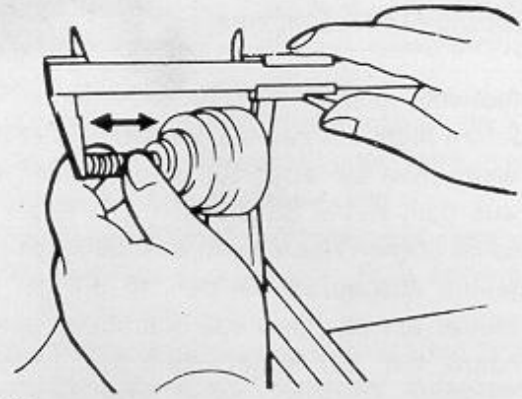

Bild 112
- Verzogene Traghebel oder Traghebel mit verschlissenen Lagerstellen sind zusammen mit dem Traggelenk zu erneuern. Traggelenke können mit einer Schiebelehre auf Spiel kontrolliert werden. Dazu den Bolzen so weit wie möglich nach innen drücken und das Maß ausmessen, wie es Bild 112 zeigt. Danach den Bolzen aus dem Gelenk ziehen und die gleiche Messung durchführen. Der Unterschied zwischen den beiden Messungen darf nicht mehr als 2,0 mm betragen.